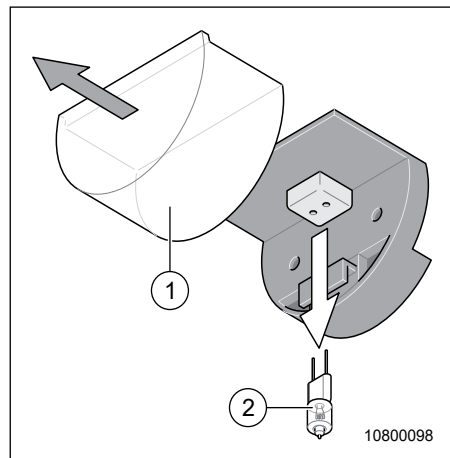

Fig. 127 Lampe dans le rangement
1. Retirer le boîtier de la lampe (Fig. 127, Pos. 1).
2. Remplacer l'ampoule halogène (Fig. 127, Pos. 2).